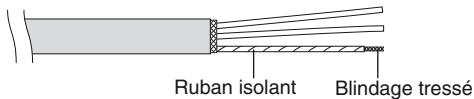

Fig. 4-10
- (2) Effilochez le blindage tressé et torsadez les fils détressés ensemble pour en faire un conducteur. Isolez les fils blindés en les recouvrant d'une gaine isolante ou en les enroulant de ruban adhésif. (Fig. 4-10)